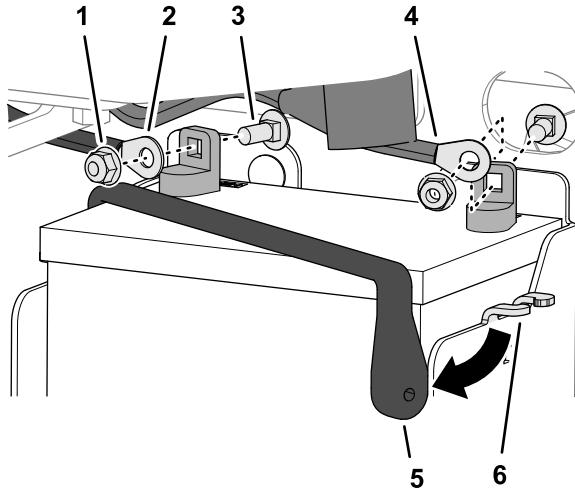

Figure 83
2. Retirez le contre-écrou à embase et le boulon de carrosserie qui fixent le câble négatif sur la batterie, et débranchez le câble de la batterie (Figure 83).
3. Remettez en place le capuchon isolant du câble positif de la batterie (Figure 83).
4. Retirez le contre-écrou à embase et le boulon de carrosserie qui fixent le câble positif sur la batterie, et débranchez le câble de la batterie (Figure 83).
5. Déposez la barre de maintien de la bride du bac à batterie (Figure 83).
2. Fixez la batterie dans son bac avec la barre de maintien (Figure 83).
3. Connectez le câble positif à la borne positive de la batterie à l'aide d'un boulon de carrosserie et d'un contre-écrou à embase (Figure 83).
5. Connectez le câble négatif à la borne négative de la batterie à l'aide d'un boulon de carrosserie et d'un contre-écrou à embase (Figure 83).